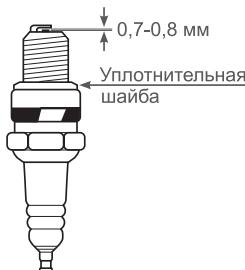

Рис. 19 Зазор между электродами свечи зажигания
4. Измерьте зазор между электродами свечи зажигания специальным щупом. Зазор должен быть $0,7-0,8$ мм (Рис. 19). При увеличении, или уменьшении требуемого зазора, рекомендуется заменить свечу, так как регулировка зазора может привести к изменению качества искрообразования.